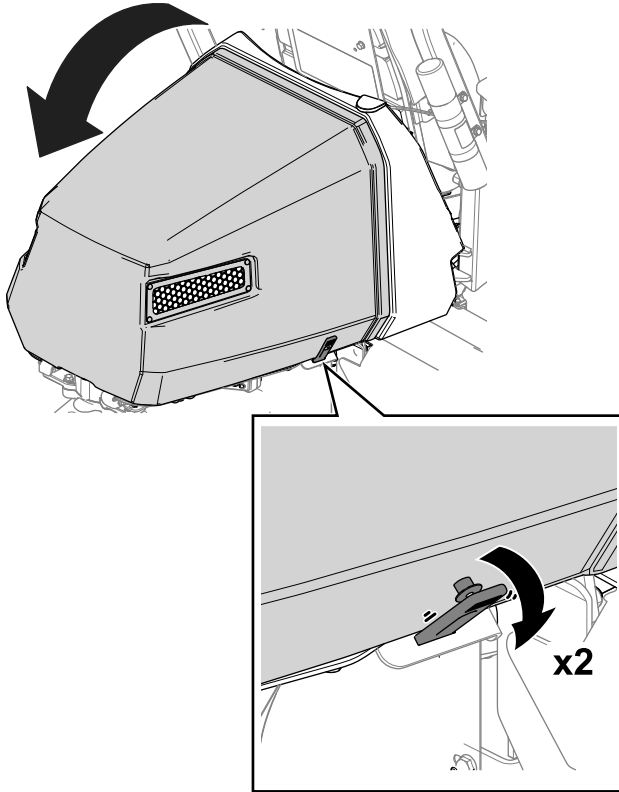

Bild 36
1. Lösen Sie die Gurte von beiden Seiten der Motorhaube (Bild 36).
2. Öffnen Sie die Motorhaube (Bild 36).